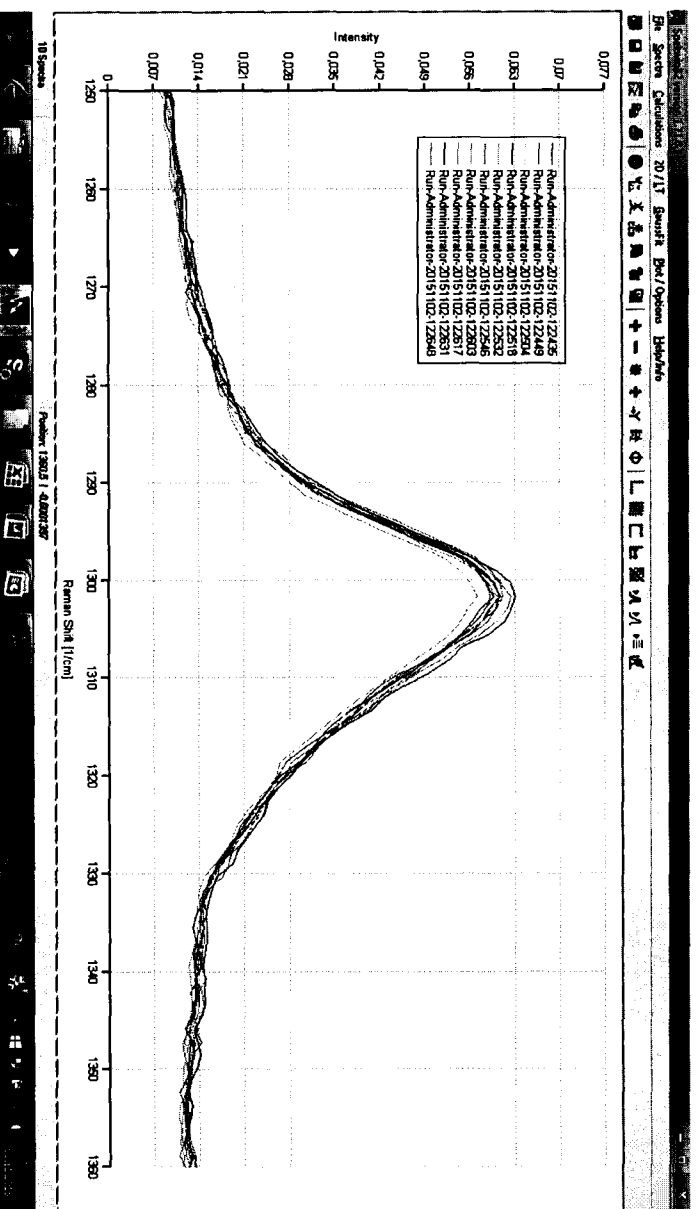

Рис. 5. Спектральные линии, используемые для расчетов (n=10).
6.4.1.9. Пользуясь кнопками мыши, масштабировать спектр и выделить максимум линии 1302 см^{-1} (рис.5). Последовательно наводя курсор мыши на максимумы линии 1302 см^{-1} (рис.5), записать интенсивность каждой линии. Рассчитать относительное СКО выходного сигнала (выраженное в %) по формуле: